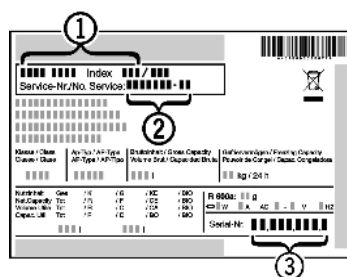

Fig. 54
- ▶ A készülék megnevezését Fig. 54 (1), a szerviz- Fig. 54 (2) és sorozatszámot Fig. 54 (3) a típustábláról olvassa le. A típustábla a készülék belsejében baloldalon található.